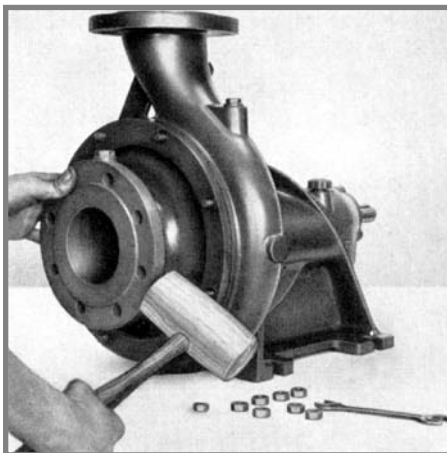
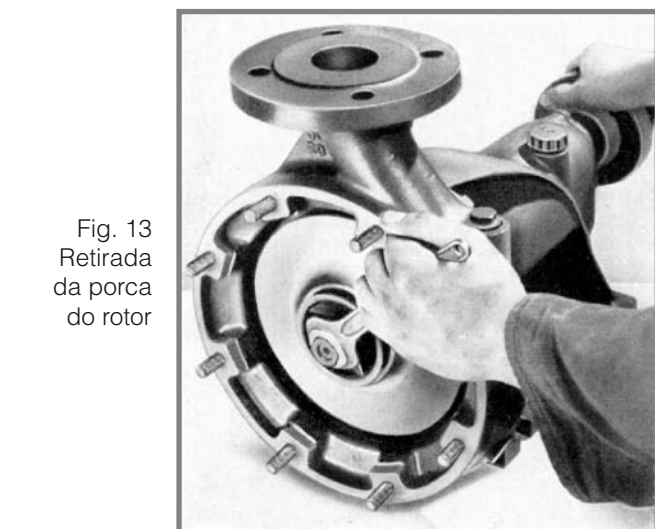

Fig. 12
Fig. 13
02. Retirar em seguida a tampa de aspiração (Fig. 12), soltar a porca do rotor. Atenção: no caso de bombas com suporte D, antes de soltar a porca, o pino roscado (904) deve ser desmontado (Fig. 13), retirar a arruela de segurança (Não existente em bombas com suporte D).